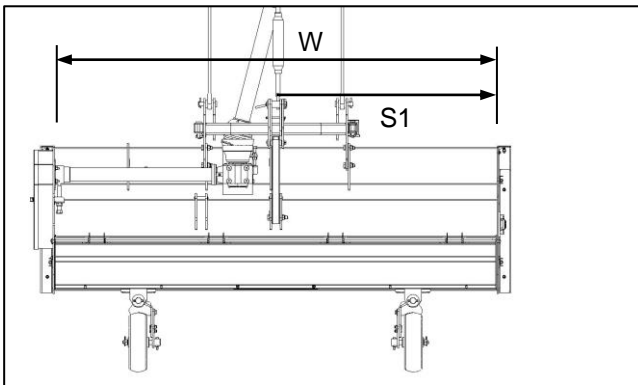

Fig. 6
- ✔ Standard offset position (Fig. 6)  $S1 = \text{Working width (W)} \text{ minus } 500 \text{ mm}$ .
- ✔ Standaardkontraposisie (Fig. 6)  $S1 = \text{Werkswydte (W)} \text{ minus } 500 \text{ mm}$ .